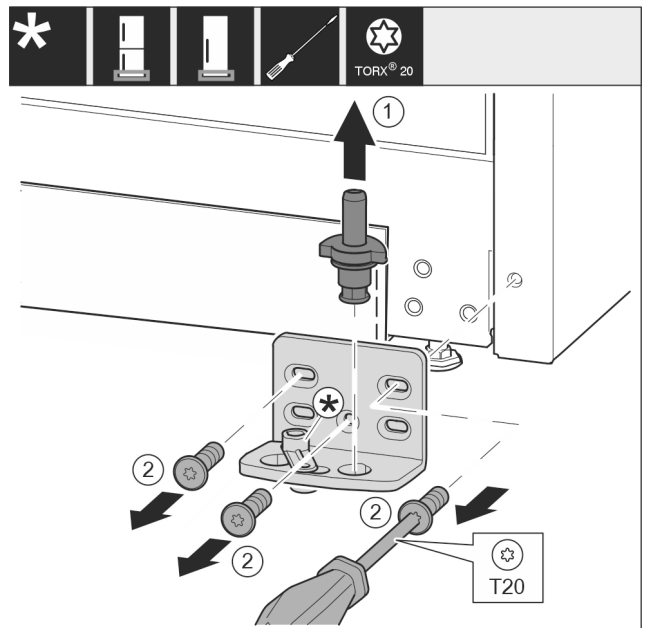

Fig. 15
- ▶ Повністю витягніть опорний гвинт Fig. 15 (1) рухом вгору.
- ▶ Викрутіть гвинти Fig. 15 (2) за допомогою викрутки та зніміть опорний кронштейн.